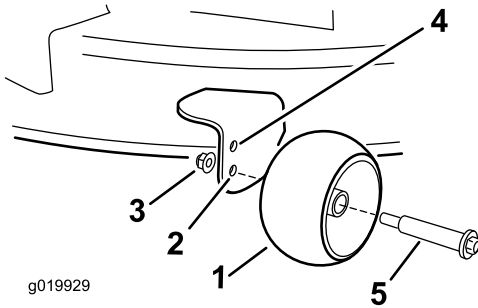

Figure 17
- Trou supérieur – utilisez cette position avec le plateau de coupe à une hauteur de coupe inférieure ou égale à 63 mm (Figure 17).
- Trou inférieur – utilisez cette position avec le plateau de coupe à une hauteur de coupe égale ou supérieure à 76 mm (Figure 17).